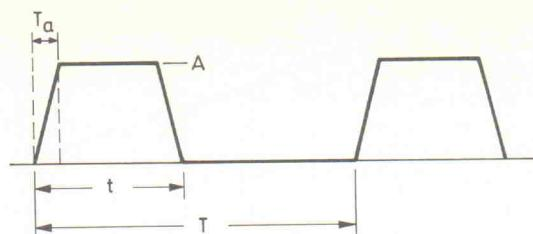
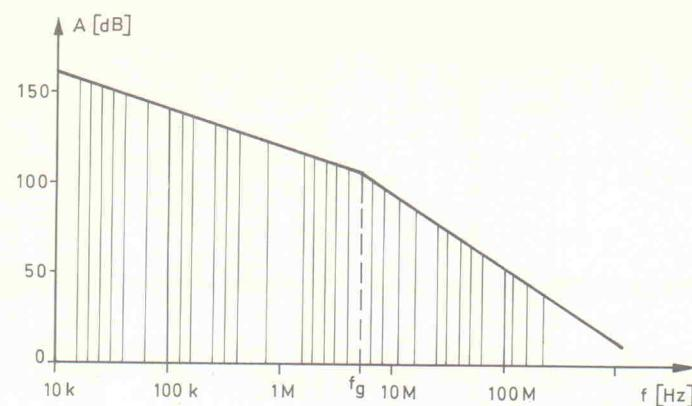

Bild 4. Impulsverlauf am Leistungsübertrager.
Bild 6. Logarithmische Darstellung der Spektrallinien und der Einfüllenden.
Die Zeit T_a ist dabei die Anstiegszeit des Schaltimpulses am Leistungsübertrager. Diese Größe ist als diejenige Zeit definiert, die die Anstiegsflanke eines Impulses benötigt, um von 10 % auf 90 % der maximalen Amplitude A zu steigen (Bild 4). Schalten die Transistoren sehr schnell, so nimmt die Frequenz f_g höhere Werte an, so daß das Störspektrum deutlich breiter ausfällt. Bild 6 zeigt, wie das Störspektrum eines nicht entstörten Schaltnetzeils im logarithmischen Maßstab aussieht.
- das Verkleinern der Spannungsamplitude A (Bild 4)